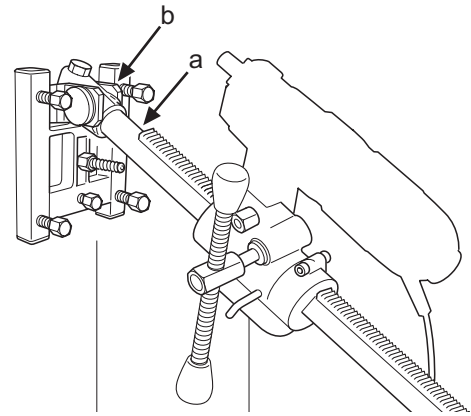

Fig.9
2. Borrpelaren monteras på fotplattans vinkelfäste. Drag åt låsskruven (a) med 8 mm insexnyckel (Fig. 9). Matarhuset vänds 180° och återmonteras på borrpelaren. Bormaskinen återmonteras i snabbfästet. Borrpelaren kan roteras 360° och låses steglöst i respektive läge med låsskruven (a).
2. Boresøjlen monteres på fodpladens vinkelbeslag. Spænd låseskruen (a) med en 8 mm unbrakonøgle (Fig. 9). Fremføringshuset vendes 180° og genmonteres på boresøjlen. Boremaskinen genmonteres i lynkoblingen. Boresøjlen kan roteres 360° og låses trinløst i den enkelte stilling med låseskruen (a).
2. Borsøylen monteres på festeplatens vinkelfeste. Trekk til låseskruen (a) med 8 mm umbrakonøkkel (Fig. 9). Materhuset vendes 180° og monteres på borsøylen igjen. Bormaskinen monteres tilbake i hurtigfestet. Borsøylen kan roteres 360° og låses trinløst i respektive stilling med låseskruen (a).